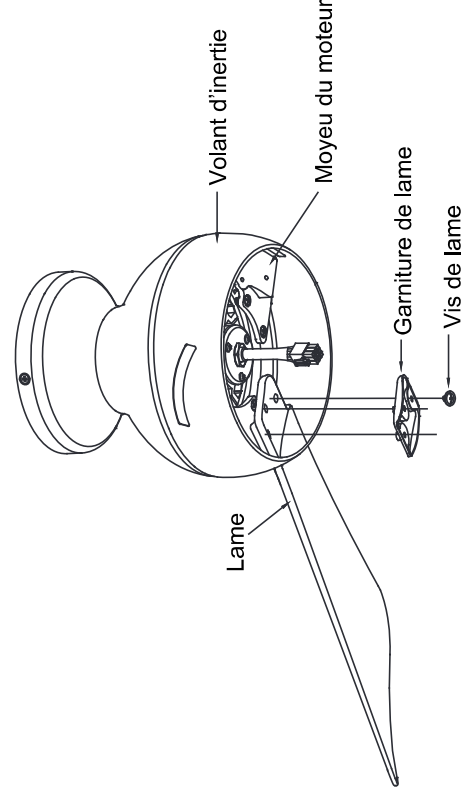

Fig. 12
Étape 2. Insérer les lames dans les fentes sur le volant d'inertie et les fixer sur le moyeu du moteur en utilisant les vis de lame et les garnitures de lame. Vous assurer que les vis fixant les lames au moyeu du moteur sont vissées d'aplomb et serrées (**Fig. 12**).